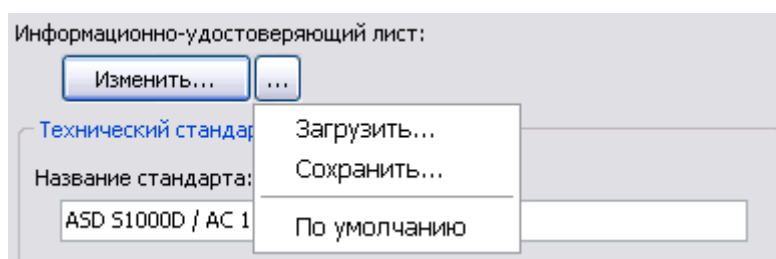

Рис. 1.23
- **Информационно-удостоверяющий лист.** Используется для сопровождения выпуска одного или комплекта электронных документов. Необходим для контроля целостности публикаций. В системе имеется стандартный шаблон информационно-удостоверяющего листа. Для его изменения нажмите на кнопку . После этого откроется файл word с названием signaturelist.doc, содержащий форму для заполнения информационно-удостоверяющего листа. При необходимости измените форму, сохраните и закройте файл. Кнопка используется для загрузки шаблона из файла, сохранения шаблона в файл, загрузки формы информационно-удостоверяющего листа по умолчанию (Рис. 1.23).